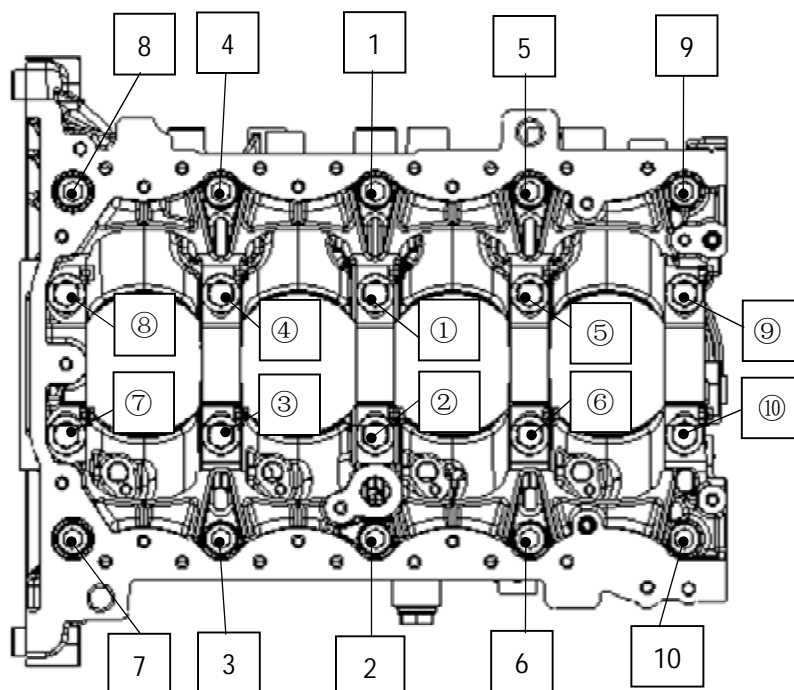

图 A-11 螺栓拧紧顺序图
- 5)、将 10 个主轴承盖螺栓 M10×1.5⑦装配到气缸体①上, 并按照图 A-11 的顺序①-②-③-④-⑤-⑥-⑦-⑧-⑨-⑩或者同时拧紧到 $35 \pm 5 \text{ N} \cdot \text{m}$, 完成 10 个螺栓的预拧紧。主轴承盖螺栓涂油要求见表 A-7;
- 6)、将 10 个主轴承盖螺栓 M10×1.5⑦按照图 A-11 的顺序①-②-③-④-⑤-⑥-⑦-⑧-⑨-⑩或者同时旋转 $120^\circ \pm 5^\circ$;